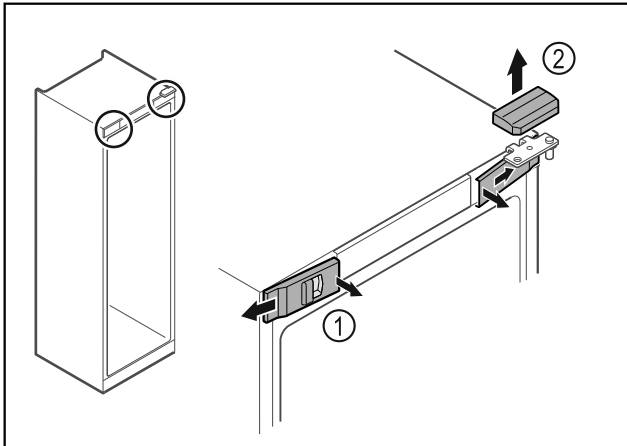

Fig. 14
- ▶ Disinnestare le coperture anteriori Fig. 14 (1) dall'interno ed estrarle lateralmente.
- ▶ Rimuovere la copertura superiore Fig. 14 (2) sollevandola verso l'alto.